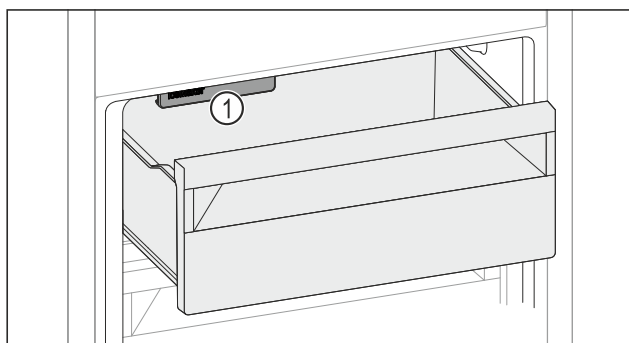

Fig. 151
- ▶ Lebensmittel in Schubfach einlegen. Wenn Sie Lebensmittel in der linken Schubfachseite einlegen: IceMaker Fig. 151 (1) berücksichtigen.